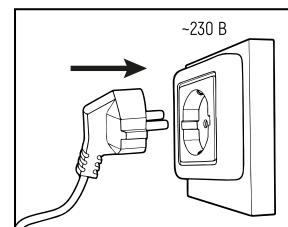

Рис.1
4. Подключите провод питания с вилкой в электрическую розетку ~230 Вольт. (рис.1)